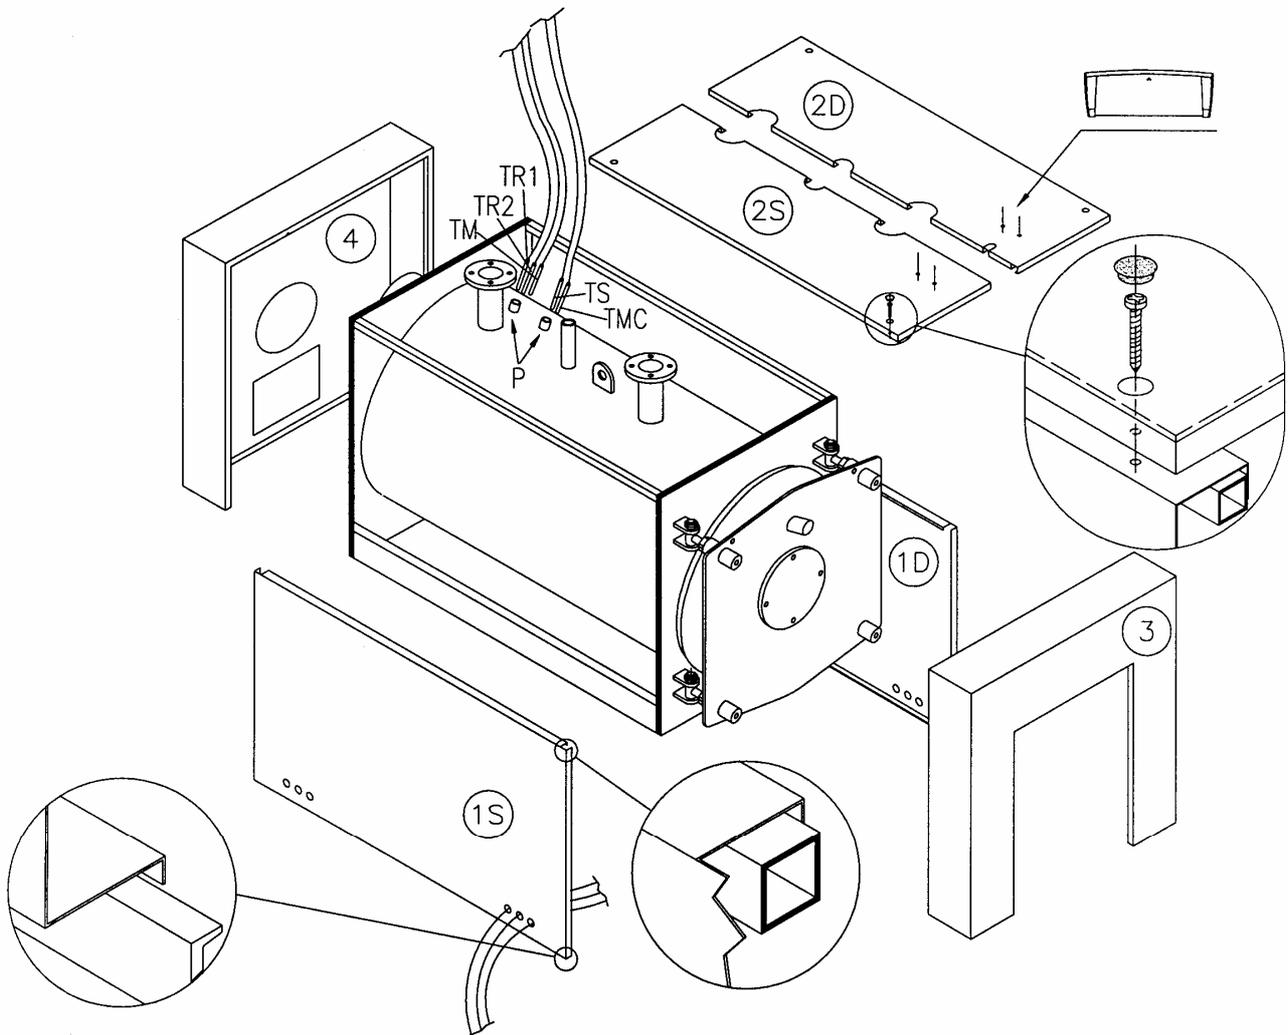

Fig. 8
4.2 REVESTIMIENTO CALDERAS REX 7÷40 /REX K 25÷40 (Fig. 8)
- Envolver el cuerpo de la caldera con la lana de vidrio, dejando a la vista las vainas porta bulbos (P) situadas en el lado derecho.